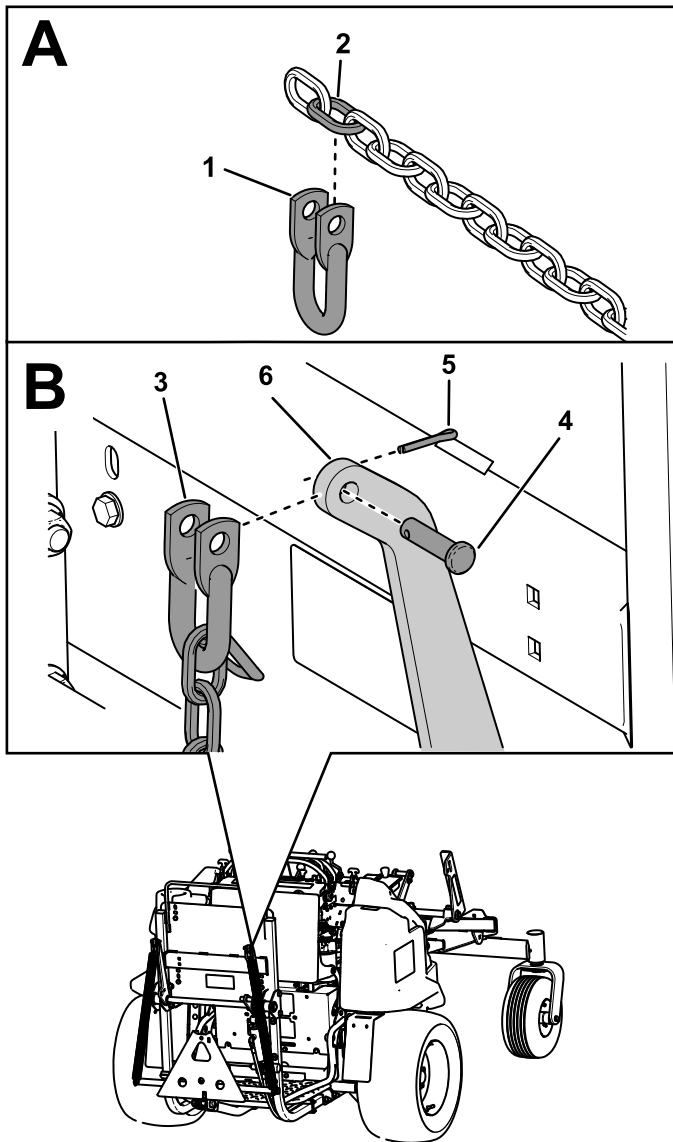

Figure 9
1. Accrochez le deuxième maillon des longues chaînes de levage arrière au sommet du cadre de levage au moyen des manilles, des axes de chape et des goupilles fendues (Figure 9).